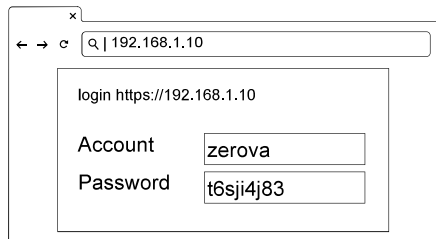

Figure 32. Connexion
- 2) Voir la figure 32. Dans la page d'accueil de l'EVSE, se connecter en utilisant les identifiants ci-dessous :